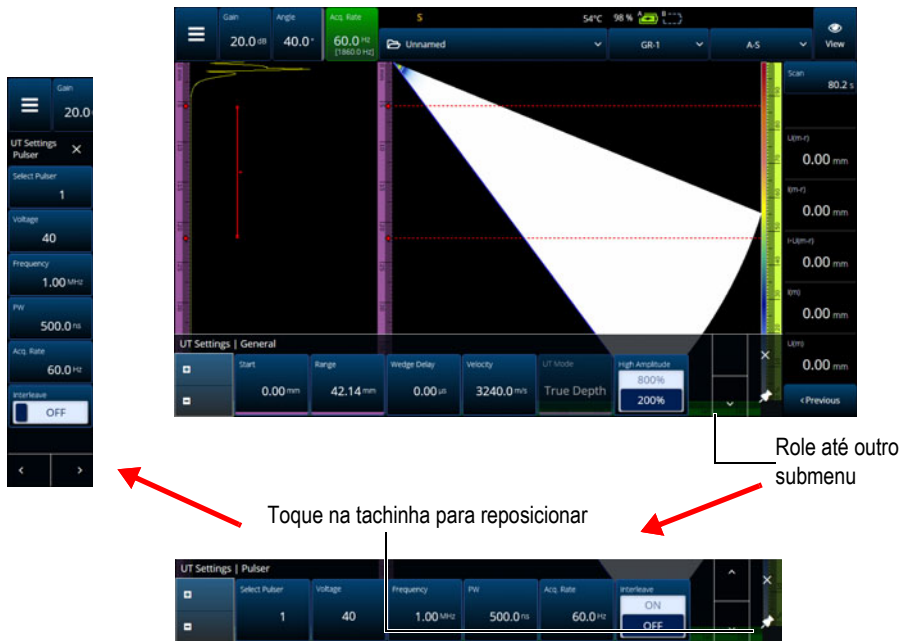

Figura 2-3 Role e reposicione um submenu de parâmetro
O menu aparece temporariamente na horizontal sobre a área da tela de dados, com as seleções de submenu à direita. Quando selecionado, o submenu de parâmetros aparece sobre a tela de dados. É possível rolar para outro submenu usando os botões de seta (▲ ▼). O submenu pode ser oculto tocando o botão fechar (X) ou pode ser fixado (📌) ao lado da tela (Figura 2-3 na página 32).